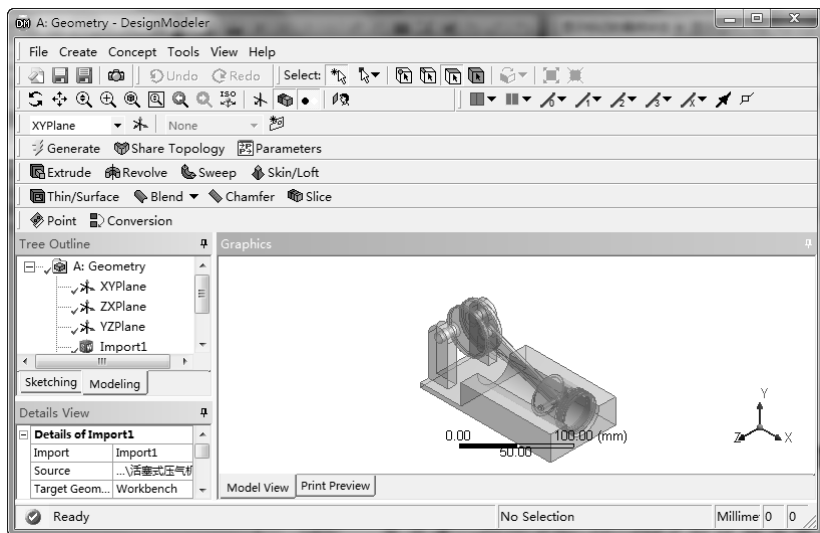

图 10-42 生成几何图形后的 DesignModeler 界面
4) 进入 DM 后，设计树中【Import1】节点前面显示 ?，表示需要生成，图形窗口没有图形显示。单击 ? Generate 按钮，生成几何体，即可在窗口右侧显示出几何图形，如图 10-42 所示。